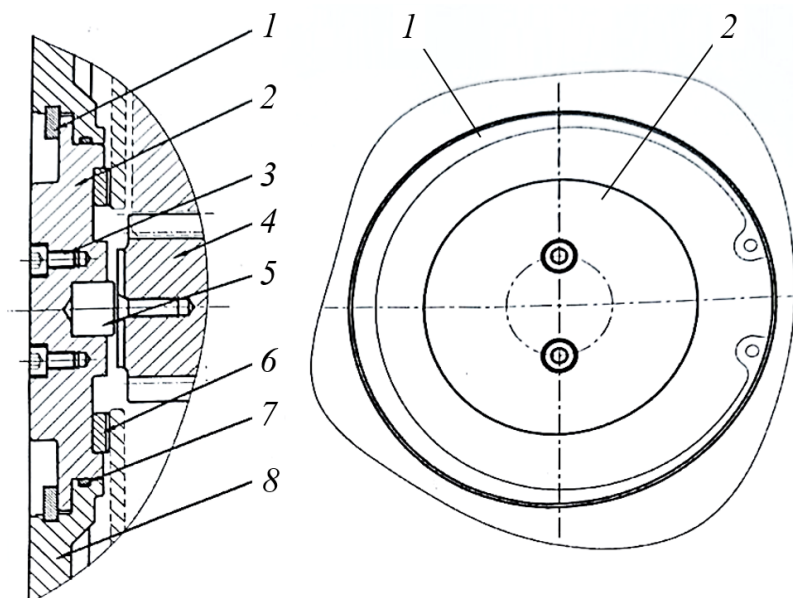
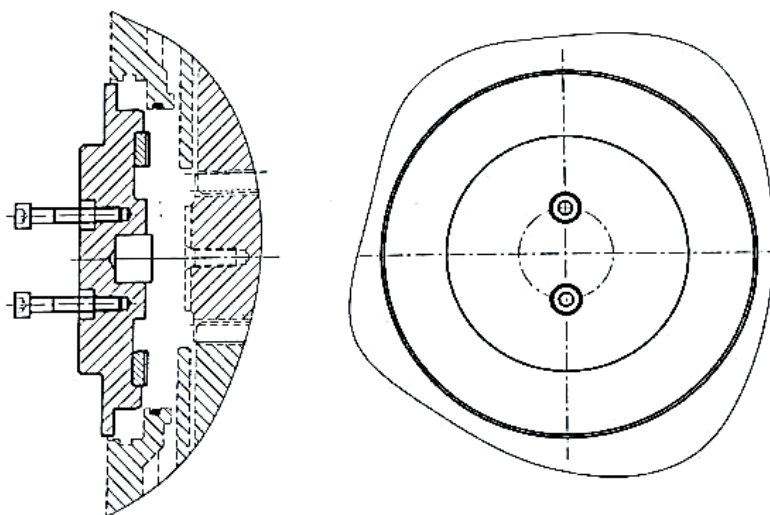

Рисунок 3.86. Очистка крышки редуктора
Рисунок 3.88 Извлечение крышки
- ▶ Очистить крышку редуктора 2, рис. 3.86, а также поверхность редуктора рядом с крышкой от загрязнений (для исключения попадания грязи во внутреннюю полость редуктора).
- Ключом  с внутренним шестигранником вывернуть два винта М5х8 поз. 3 из крышки 2, рис. 3.86.
- Снять кольцо пружинное упорное 1, рис. 3.86.
- Извлечь с помощью вспомогательных винтов крышку 2 с кольцом вкладышем 6 и роликом упорным 5, рис. 3.86 и рис. 3.88.
- ▶ Проверить состояние уплотнительного кольца 7, рис. 3.86. При необходимости заменить поврежденное уплотнение.
- ▶ Вывернуть два вспомогательных винта М5х30 из крышки 2, затем вставить крышку 2 с кольцом вкладышем 6 и упорным роликом 5 в корпус редуктора, рис. 3.86.
- ▶ Установить кольцо пружинное упорное 1 и два винта М5х8 поз. 3 с внутренним шестигранником, рис. 3.86.